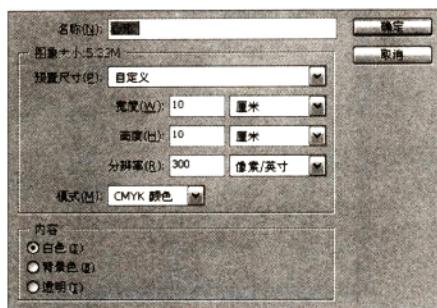

图 1-8
**1** 建立一张新画布，执行“文件”→“新建”【Ctrl+N】命令，设置符合打印的尺寸、分辨率和模式。如图 1-8 所示。